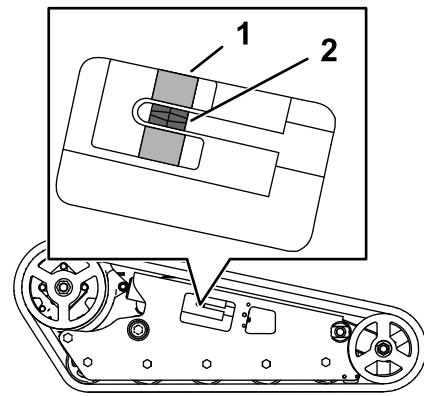

Figure 58
Vérifiez que le bloc de tension est aligné sur le guide vert de l'autocollant ou qu'il se trouve à 1,3 cm de l'arrière de la fente du tube de tension (Figure 58).
4. À l'aide d'un rochet de ½", tournez la vis de tension jusqu'à ce que le bloc de tension soit aligné sur le guide vert de l'autocollant ou se trouve à 1,3 cm de l'arrière de la fente du tube de tension (Figure 58).
- Vérifiez que le bloc de tension est aligné sur le guide vert de l'autocollant ou qu'il se trouve à 1,3 cm de l'arrière du tube de tension pour les deux chenilles (Figure 58). Réglez au besoin.